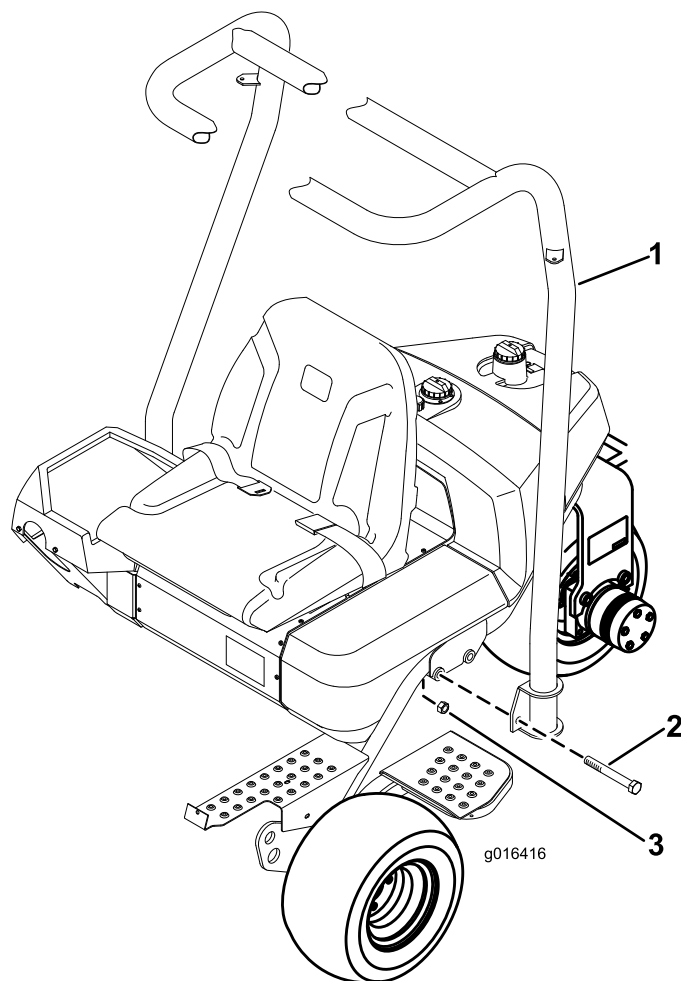

Figura 7
1. Disponete il ROPS in modo che l'estremità del tubo sia curvato verso la parte anteriore della macchina (Figura 7).
2. Abbassate il ROPS sul telaio, allineandolo con i fori di montaggio (Figura 7).
3. Fissate ogni lato del ROPS al telaio con (2) bulloni (5/8 x 4-1/2 pollici) e dadi di bloccaggio come mostrato in Figura 7. Serrate a 183-223 Nm.